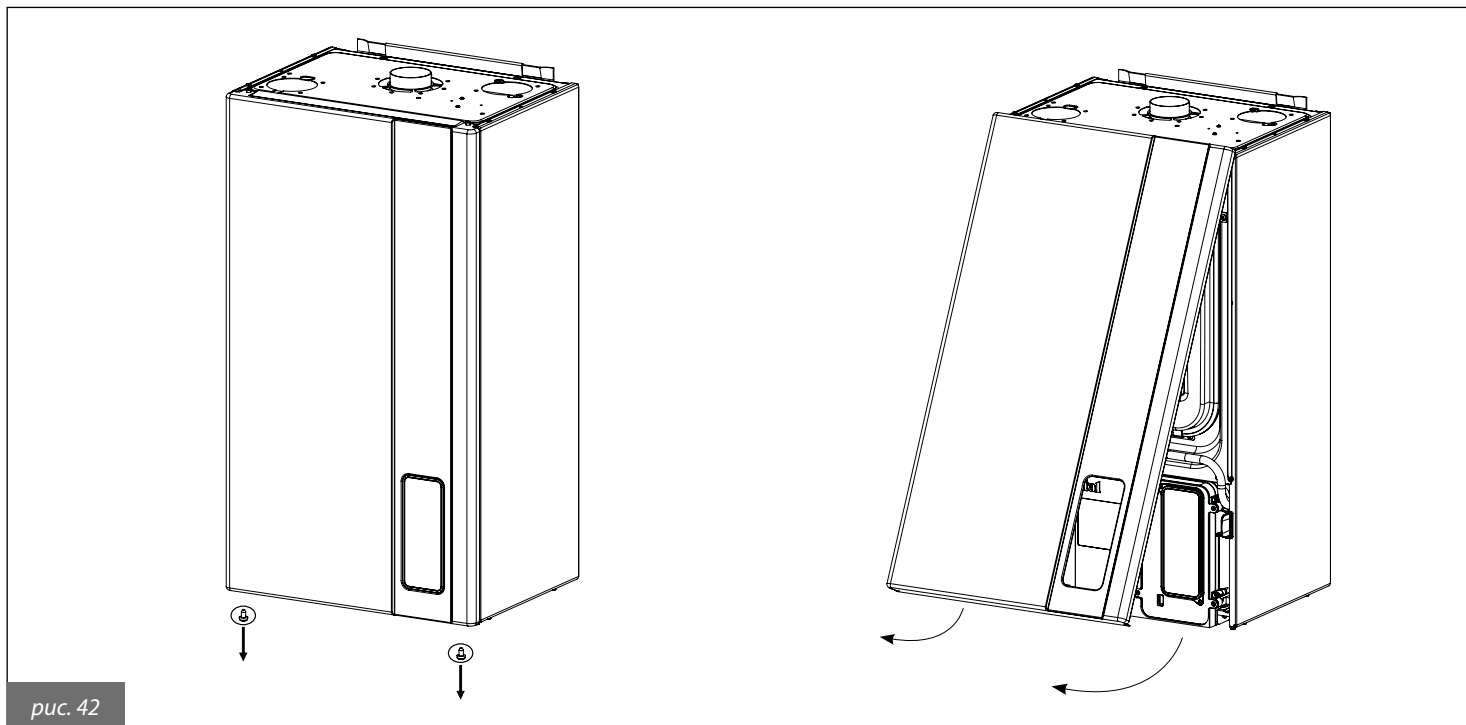

рис. 42
- Снять переднюю панель котла, руководствуясь рис. 42